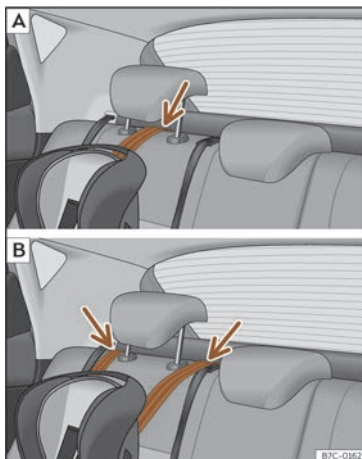

**Fig. 27** Banquettes arrière : réglage et montage en fonction de la ceinture Top Tether.
- Placez la courroie sous l'appui-tête du siège avant » » fig. 27 (en fonction des instructions du siège, relevez ou retirez l'appui-tête si nécessaire).